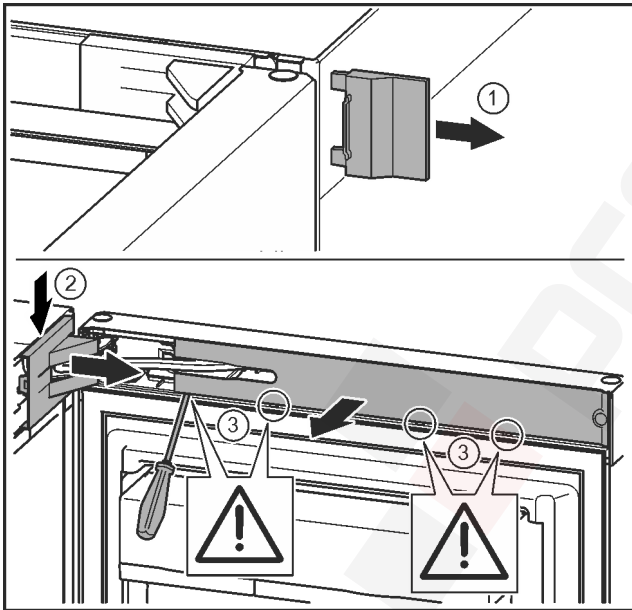

Fig. 12
- ▶ Vegye le a külső fedelet. Fig. 12 (1)
- ▶ Pattintsa ki és oldja ki a csapágybak fedelét. Vegye le a csapágybak fedelét. Fig. 12 (2)
- ▶ Hornyoltfejú csavarhúzóval pattintsa ki a lemezt, és fordítsa oldalra. Fig. 12 (3)